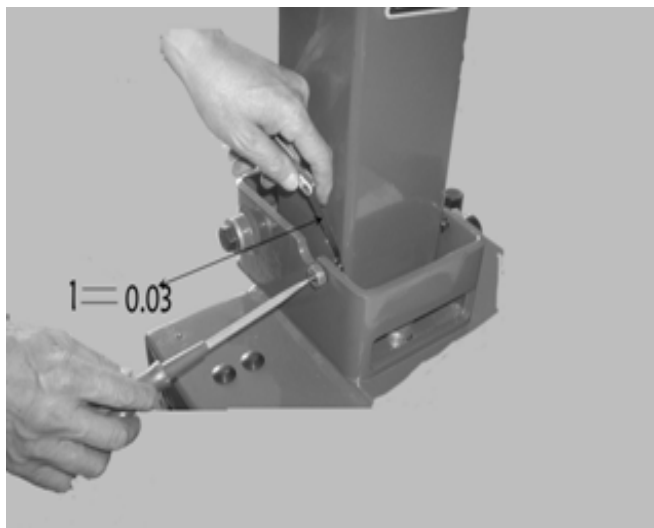

Рис.4-10
4.2.13 Отрегулируйте положение болта по обе стороны стойки: Ослабьте гайки с обеих сторон и отрегулируйте зазор между головкой винта и стенкой стойки, он должен составлять 0.03мм (Рис.4-10), а затем зафиксируйте гайку.